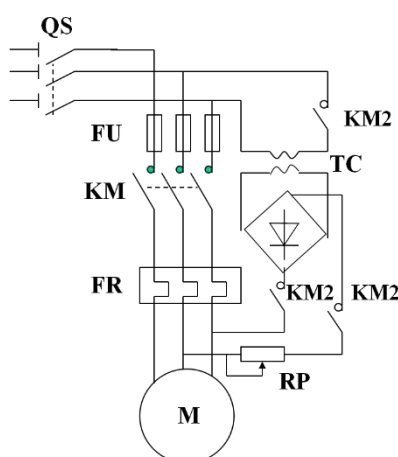

图 1
1. 如图 1 所示为三相交流异步电机能耗制动控制线路的主电路，分析各元件功能及能耗制动的工作原理。